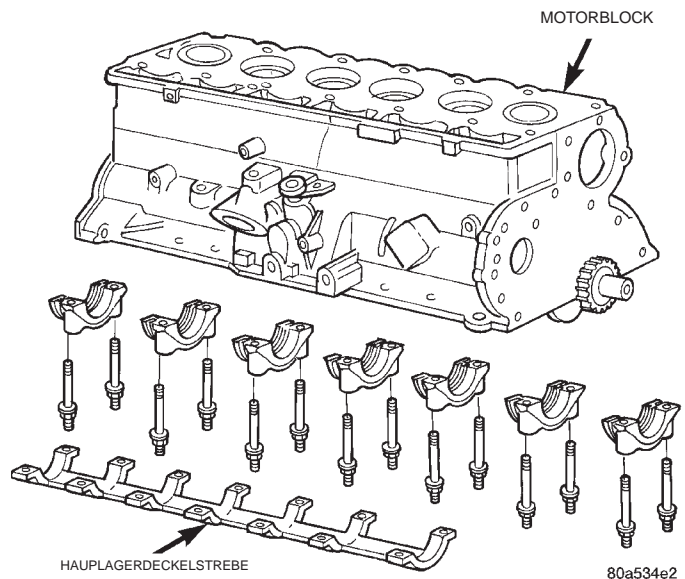

Abb. 57 Hauptlagerdeckel und Strebe
(1) Ventildeckel abbauen.
(2) Kipphebel, Haltebügel und Drehgelenke demontieren.
(3) Stößelstangen demontieren.
(4) Zylinderkopf abbauen.
(5) Kolben nacheinander in Richtung UT bewegen. Absätze am oberen Ende der Zylinderwand durch Aufreiben entfernen. Späne mit einem Lappen auffangen.
(6) Fahrzeug anheben.
(7) Motoröl ablassen.
(8) Ölwanne und Dichtung abbauen.
(9) Hauptlagerdeckelstrebe abbauen (Abb. 57).